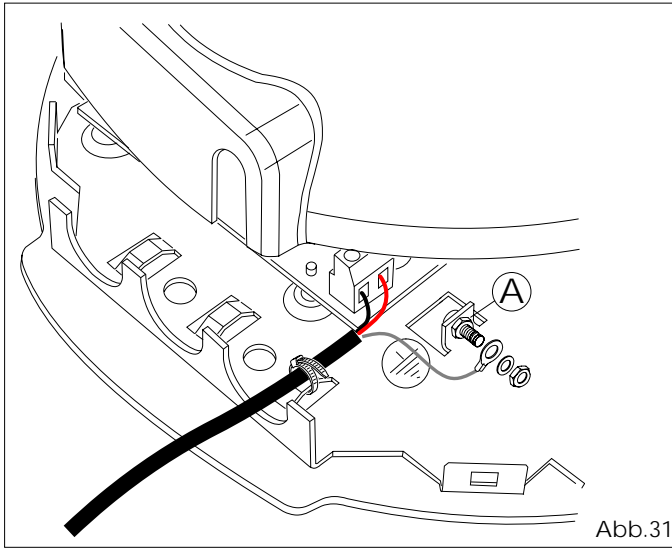

Abb.31
Den Erdleiter der Anlage an der dedizierten Klemme anschließen (siehe Aufkleber Abb. 31 Bez. A).
9.1 Das Stromkabel gemäß Abb.31 anschließen und mit einer Schelle im vorgegebenen Bereich befestigen.
- 9.2 Die Schraube in ihrem Sitz einsetzen und unter Unterlegen einer Scheibe mit der Mutter festziehen (Abb.31 Bez.A).